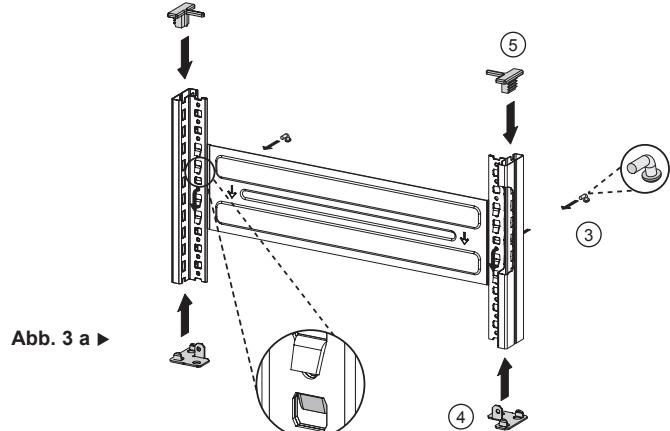

**Abb. 2**
- (D)  Aufbauanleitung
- (F)  Notice de Montage
- (NL)  Handling voor montage
- (GB)  Assembly instruction
(D) Zwei Stützprofile im Abstand der Stützenverbinder anordnen (Abb. 1). Stützenverbinder entsprechend Abb. 2 (die Pfeile zeigen in Richtung des Fußbodens) einsetzen und mit einem Gummihammer o.ä. in die Stützprofile einschlagen.
**Achtung!** Die Fixierprägung der Stützenverbinder (Abb. 2 a) muss auf beiden Seiten in die Stützprofile einrasten (Abb. 3 a).
(F) Disposer deux profils d'appui en laissant la place pour les raidisseurs de montants (fig. 1). Mettre les raidisseurs de montants en place conformément à la figure 2 (les flèches sont dirigées vers le sol) et les introduire dans les profils d'appui à l'aide d'un marteau en caoutchouc ou similaire.
**Attention!** La patte de fixation des raidisseurs de montants (fig. 2 a) doit se clipser dans les profils d'appui (fig. 3 a).
(NL) Twee steunprofielen op de afstand van de steunverbindingsstukken plaatsen (afb. 1). Steunverbindingsstukken overeenkomstig afb. 2 (de pijlen wijzen in de richting van de vloer) inzetten en met een rubberen hamer of dergelijke in de steunprofielen slaan.
**Opgelet!** De fixeeradhesie van de steunverbindingsstukken (afb. 2 a) moet aan beide kanten in de steunprofielen sluiten (afb. 3 a).
(GB) Arrange two support frames at the correct distance for the support connection (fig. 1). Fit the support connections as shown in fig. 2 (the arrow points in the direction of the ground) and use a rubber hammer (or similar) to tap them into the support frames.
**Attention!** The locking pieces for the support connections (fig. 2 a) must be snapped in position on both sides in the support frames (fig. 3 a).
**Abb. 2 a ▶**